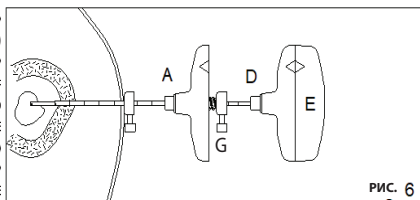

РИС. 6
РИС. 6 Вставьте собранную иглу для биопсии и ручку (D+E) через канюлю для доступа (A). Осторожно вращайте иглу для биопсии и ручку (D+E) по часовой стрелке до достижения желаемой глубины биопсии (или до тех пор пока глубиномер (G) иглы для биопсии (D) не достигнет конца канюли (A) с соединением Люэра). Затем поверните иглу для биопсии и ручку (D+E) против часовой стрелки и удалите ее. Отсоедините ручку (E) от иглы для биопсии (D); введите толкающий стержень (F) через иглу для биопсии (D) с конца Люэра и извлеките образец.